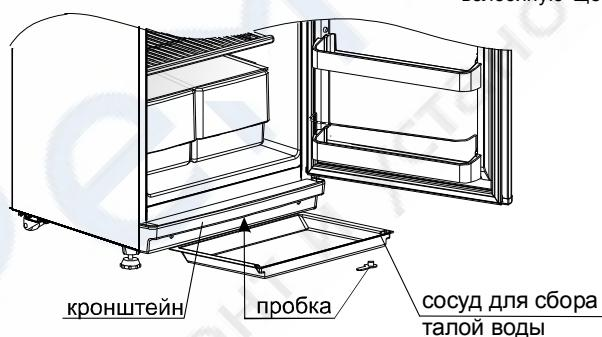

рис.4
8.2. Вода, образующаяся при таянии снежного покрова, стекает по дренажной системе. Для ее сбора установите сосуд для сбора талой воды так, как показано на рис.4. Откройте отверстие для слива воды, находящееся под кронштейном. Для этого поверните «лепесток» пробки на себя, затем, ослабляя пробку поворотом «лепестка» вправо-влево, вытяните пробку вниз.